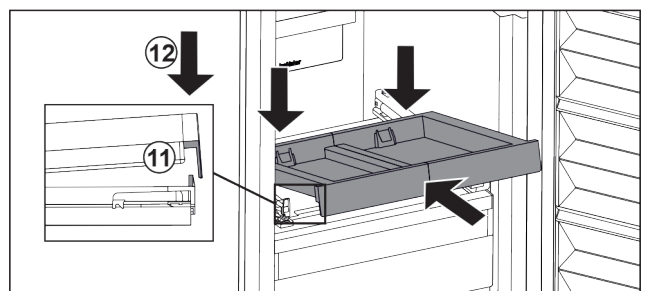

Fig. 45
- ▶ Inserire in modo inclinato. Assicuratevi che l'arresto sia dietro la linguetta su entrambi i lati. *Fig. 45 (11)*
- ▶ Abbassare il ripiano estraibile nella parte anteriore. *Fig. 45 (12)*